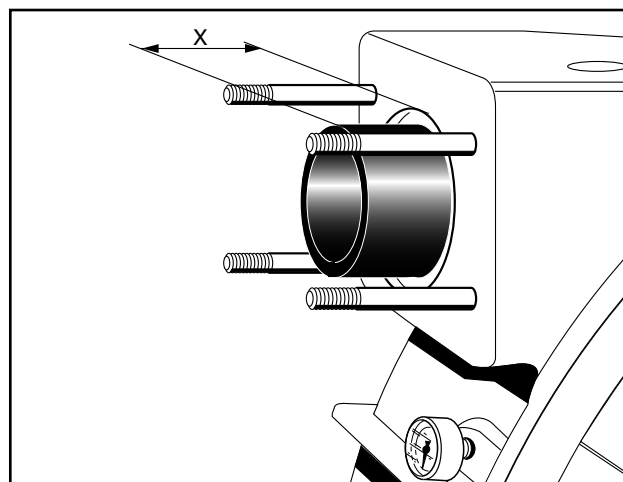

Fig. 32 Montage des Förderschlauches
2. Ingrassare leggermente con lubrificante una estremità del tubo flessibile di trasporto e infilarla nell'apertura lato aspirazione della pompa (Fig. 32), fino a quando il flessibile si arresta.
Il tubo flessibile trasportatore viene fornito nella lunghezza adatta di montaggio. La corretta posizione di montaggio è raggiunta quando il flessibile ha raggiunto la parte senza filettatura delle viti prigioniere (Fig. 32).